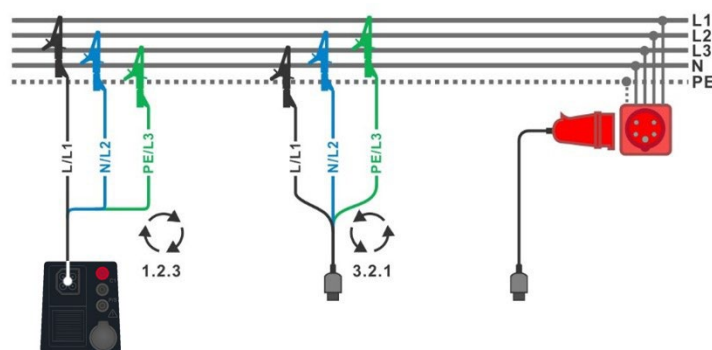
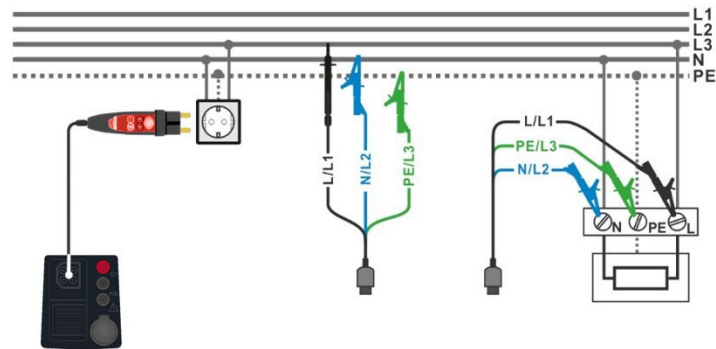

Abbildung 4.2: Anschluss der 3-Leiter Prüfleitung und des optionalen 16 A CEE-Messadapters (044148) im Dreiphasensystem
Abbildung 4.3: Anschluss des Commander-Prüfsteckers und der 3-Leiter-Prüfleitung im Einphasensystem
- › Schließen Sie die Prüfleitungen am Prüfobjekt an (siehe **Abbildung 4.2** und **Abbildung 4.3**).